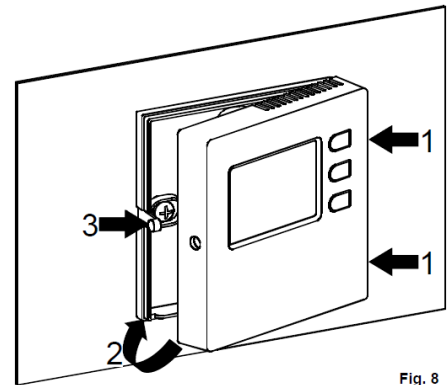

Fig. 8
- Tryck lätt med ett finger på tanden på bottenplattans vänstra sida samtidigt som man fäller ned frontkåpan (se pilarna i fig. 8 ovan)